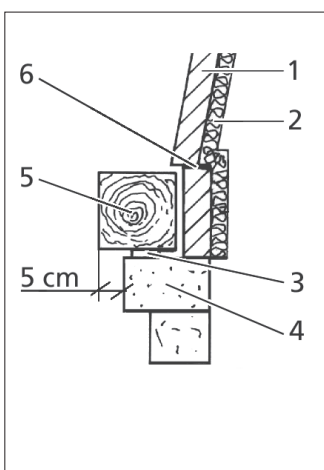

Bild 2-10
- Legen Sie darauf die mitgelieferte Protectorschiene so, wie aus nebenstehendem Bild 2-10 ersichtlich. Der Holzbalken erhält dadurch rundum die erforderliche Hinterlüftung.